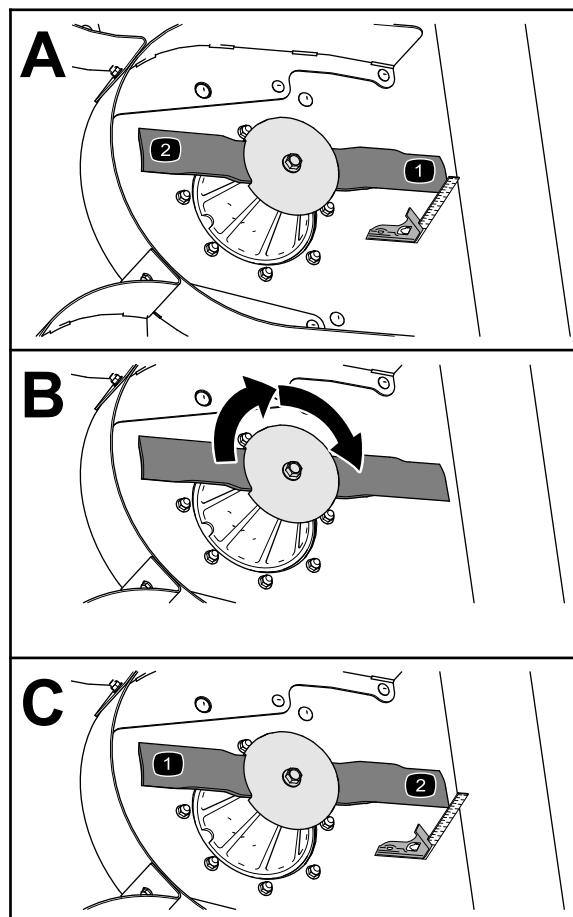

Figura 72
3. Utilice una escuadra combinada para medir la distancia entre la zona limpia de la carcasa y la punta del filo de corte (Figura 72).
4. Gire la cuchilla 180° (Figura 72).
5. Mida la distancia entre la zona limpia de la carcasa y la punta del filo de corte (Figura 72).